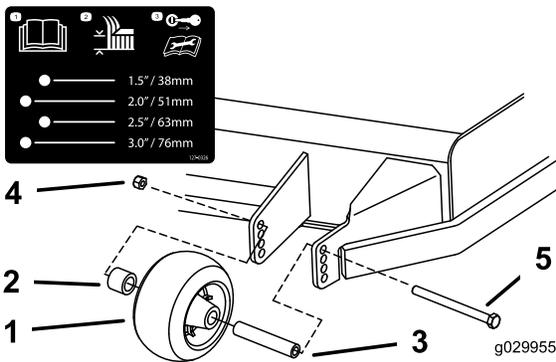
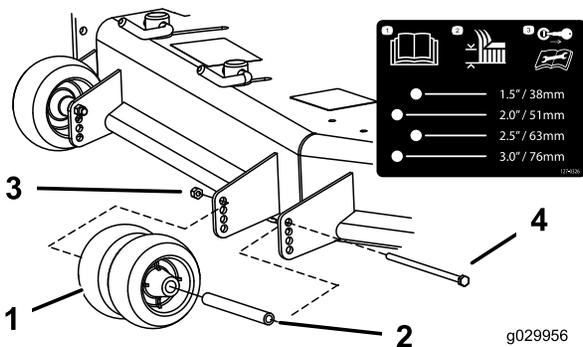
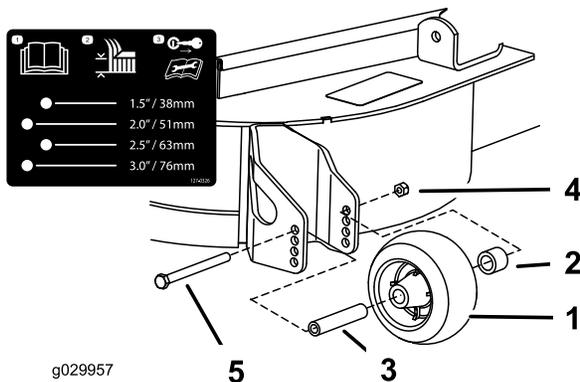

Figure 25
Figure 26
Figure 27
3. Réglez les galets anti-scalp comme montré à la Figure 25, la Figure 26 et la Figure 27.